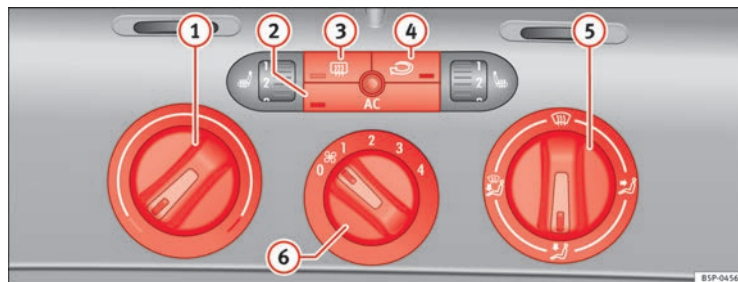

Abb. 129 In der Instrumententafel: Bedienelemente der Climatic
- Mit den Reglern ⇒ Abb. 129 ① und ⑤ und mit dem Schalter ⑥ stellen Sie die Temperatur, die Luftverteilung und die Gebläsestufe ein.
- Drücken Sie die jeweilige Taste ②, ③ oder ④, um eine Funktion ein- oder auszuschalten. Bei einer eingeschalteten Funktion leuchtet die Kontrollleuchte unten an der Taste auf.
- ③ Taste – Heckscheibenbeheizung. Etwa 20 Minuten nach dem Einschalten wird die Beheizung automatisch ausgeschaltet. Sie lässt sich vorzeitig durch Drücken der Taste ausschalten.
- ④ Taste – Umluftbetrieb ⇒ Seite 168
- ⑤ Luftverteilungsregler ⇒ Seite 167.
- ⑥ Gebläseschalter. Der Luftstrom ist in vier Stufen einstellbar. Das Gebläse sollte bei langsamer Fahrgeschwindigkeit immer auf der niedrigsten Stufe mitlaufen.
① Temperaturregler ⇒ Seite 167.
② Taste – Klimaanlage ein-/ausschalten ⇒ Seite 167
- Schalten Sie die Klimaanlage mit der Taste ⇒ Abb. 129 ein.